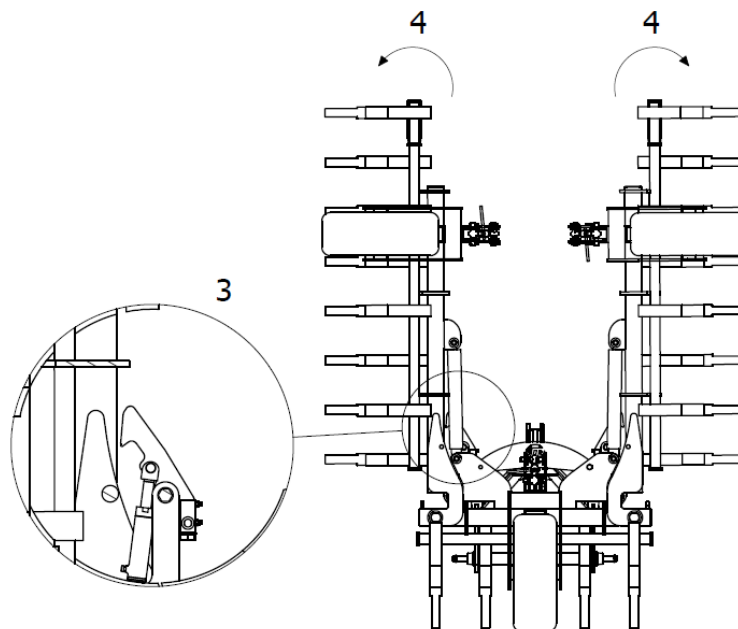

Fig. 5 Étapes du dépliage de la machine : 3 – crochet du verrouillage hydraulique décroché 4 – les ailes se déplient (« s'ouvrent »).
3. Ensuite, s'assurer que le crochet du verrouillage hydraulique permettra le déverrouillage des bras latéraux et les déplier (« ouvrir ») entièrement (fig. 5).